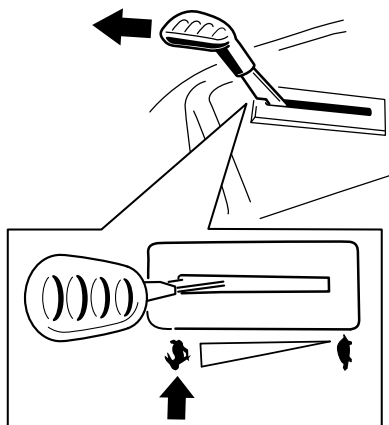

Figura 18
**Notă:** Cuplai întotdeauna lamele cu maneta de acceleraie în poziia RAPID (Figura 18).